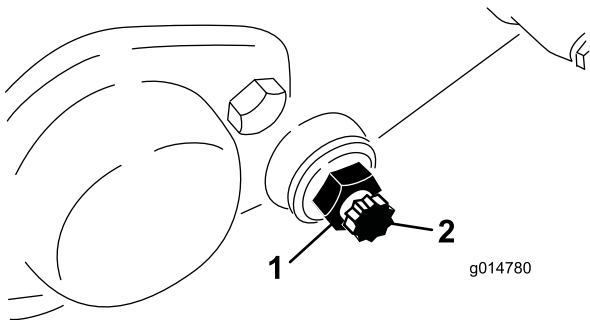

Figura 62
3. Desaperte a porca de bloqueio que segura a cavilha da barra de apoio, em cada um dos lados da máquina (Figura 62).
4. Remova cada uma das cavilhas da barra de apoio, de modo a permitir puxá-la e retirá-la da máquina. Guarde as duas anilhas de nylon e as duas anilhas de aço prensado de cada uma das extremidades da barra de apoio (Figura 62).